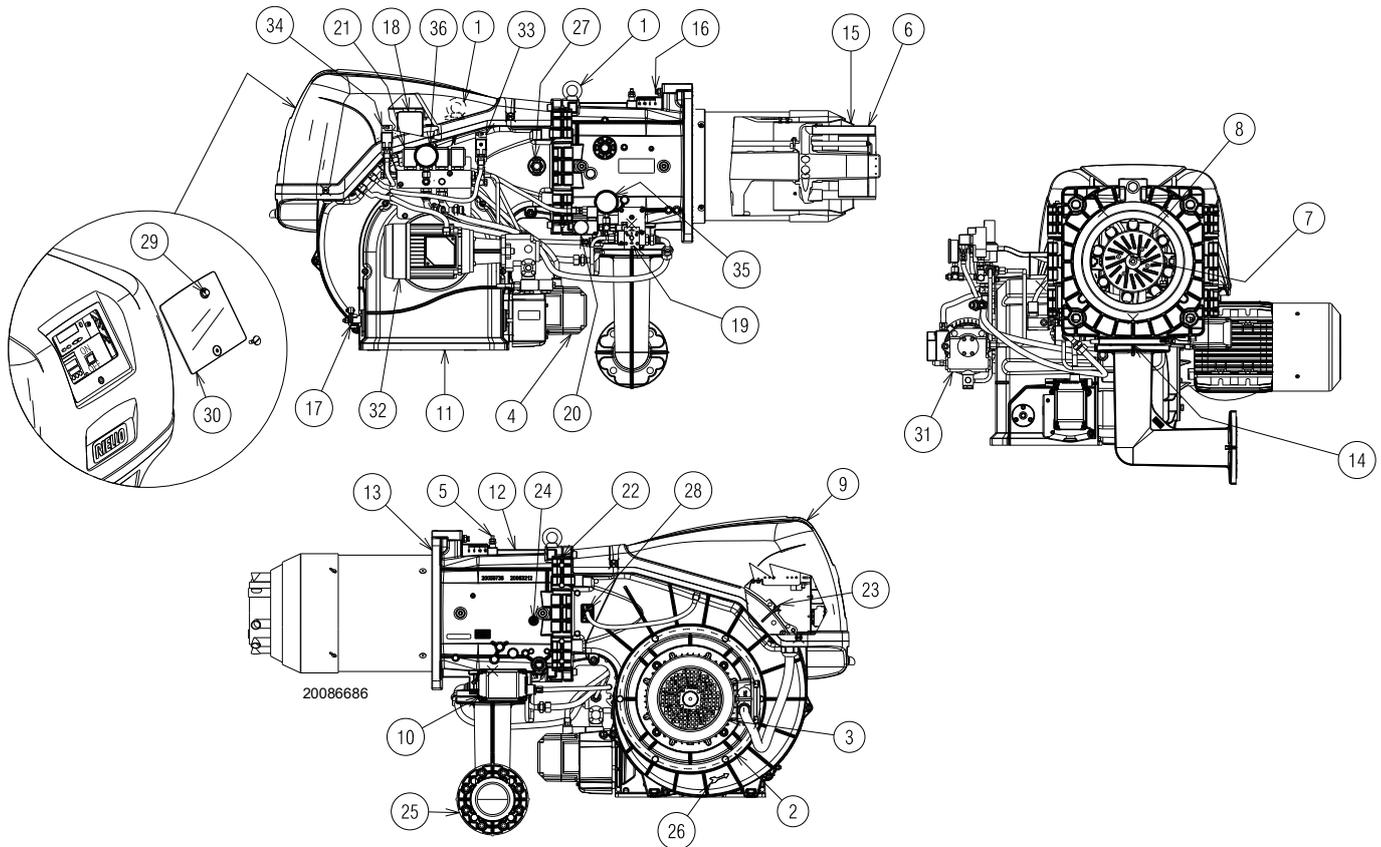

Abb. 4
- (1) Referenzbedingungen: Raumtemperatur 20°C - Gastemperatur 15°C - Barometrischer Druck 1013 mbar - Höhe 0 m ü.d.M.
- (2) Druck am Anschluss des Druckwächters 5)(Abb. 4 auf S. 13) bei Druck Null in der Brennkammer und bei Höchstleistung des Brenners.
- (3) Schalldruck gemessen im Verbrennungslabor des Herstellers bei laufendem Brenner am Prüfkessel, bei Höchstleistung. Die Schalleistung wird mit der von der Norm EN 15036 vorgesehenen "Free Field" Methode und mit einer Messgenauigkeit "Accuracy: Category 3", wie von der Norm EN ISO 3746 vorgesehen, gemessen.